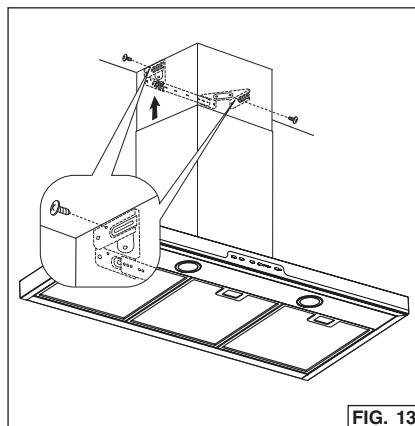

FIG. 13
7. Fixez le carneau supérieur au support de montage du carneau avec 2 vis de 3,9 x 6 mm. Fig. 13.